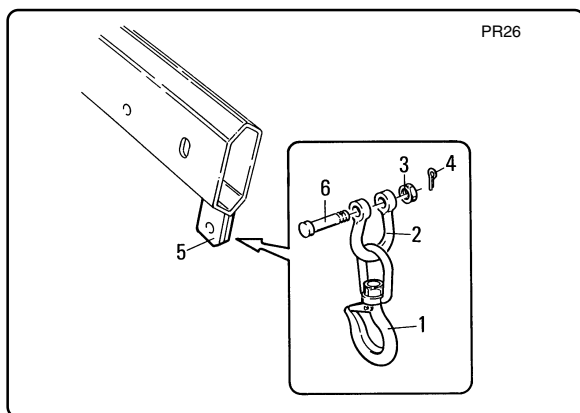

fig. 9.1.13
**9.1.10.2- Montaggio del gancio sulla prolunga provvista di attacco fisso maschio (fig. 9.1.13)**
**9.1.10.2- Fitting the hook onto an extension with a male fixed hook fitting (fig. 9.1.13)**